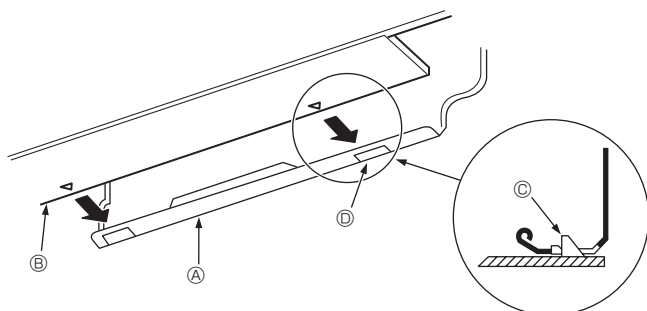

Fig. 3-10
3. Вставляючи трубу холодоагенту та дренажний шланг у пробитий в стіні отвір (гільзу-проходку для стіни), підвісьте верх внутрішнього блока на монтажну плату ①.
5. Закріпіть внутрішній блок, штовхаючи його нижню частину в монтажну плату ①. (Fig. 3-10)
* Переконайтеся в тому, що ручки знизу внутрішнього блока надійно закріплені на гачку монтажної плати ①.